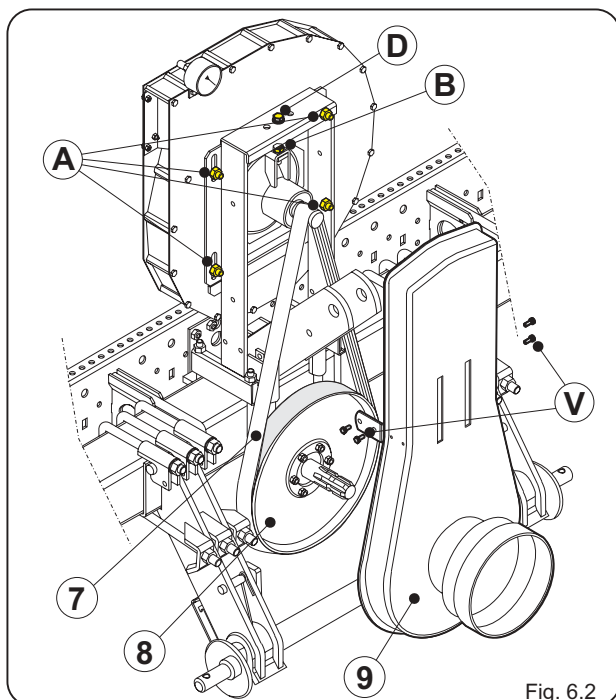

Fig. 6.2
- Ein Riemenantrieb **7** (Abb.6.2), der aus einer Antriebsscheibe **8** mit Anschluss für die Zapfwelle und einem Schutzgehäuse **9** besteht.
Ein Überprüfen des Riemens ist daher angebracht. Dazu sind folgende Arbeiten auszuführen: (Abb. 6.2):